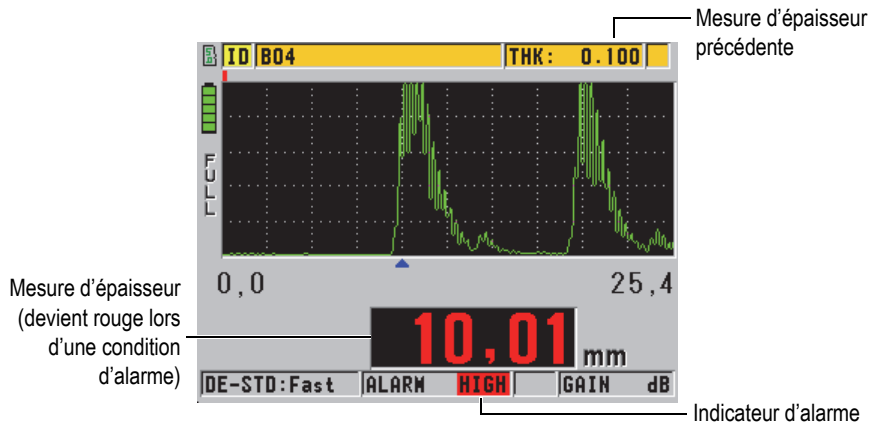

Figure 7-4 Exemple d'indicateur d'alarme HAUTE, option A-scan activée
- L'indicateur d'alarme **HIGH** ou **LOW** clignote sur un fond rouge dans le coin inférieur droit de l'écran de mesure (voir la Figure 7-4 à la page 153).